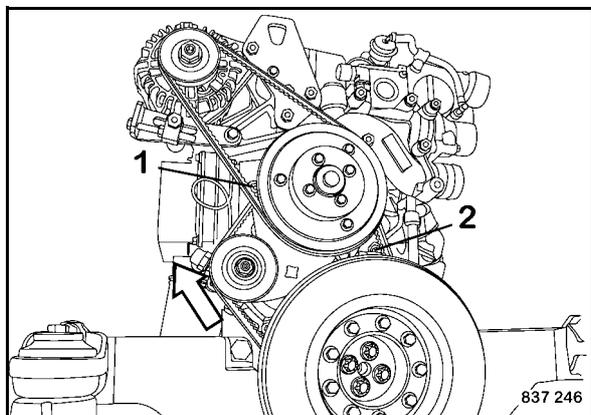

Fig. 183
- Allentare leggermente le viti di fissaggio 1 e 2 (Fig. 183).